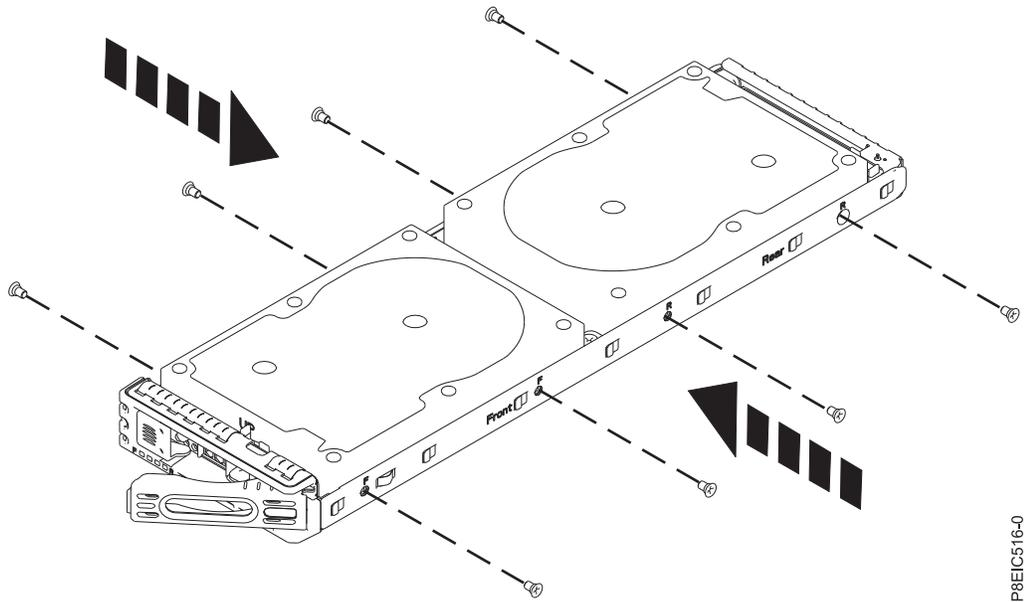

Figura 13. Fijación de la unidad de 3,5 pulgadas en la bandeja
- b. Asegure la unidad a los lados de la bandeja utilizando cuatro tornillos (2 en cada lado), tal como se muestra en Figura 13 en la página 14.